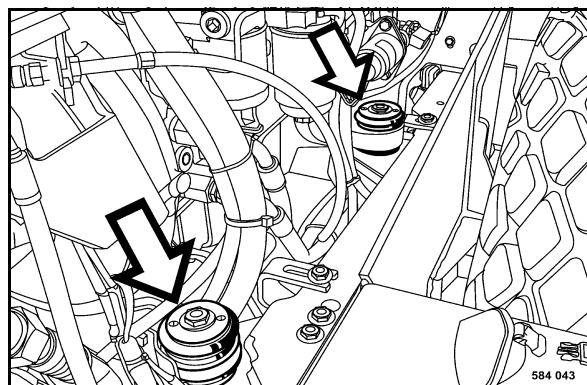

Fig. 170
- Vérifier l'état et le serrage correct des supports du moteur (Fig. 170).